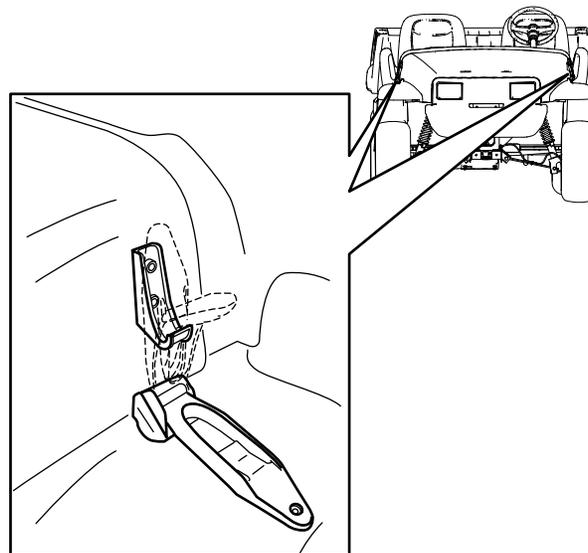

図 21
1. フードの両側についているゴム製ラッチのハンドルを上げる 図 21。
2. フードの両側で、ゴム製ラッチとラッチアンカーをそろえてラッチを掛ける (図 21)。